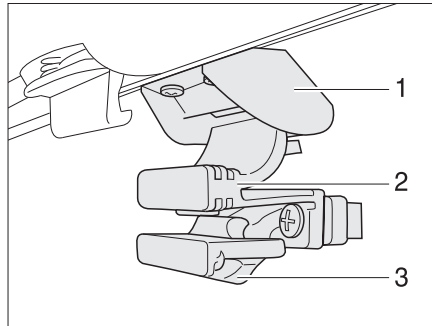

Fig. 40 Ventana en la puerta de entrada
- Empujar el seguro (Fig. 40,3) hacia abajo.
- Apretar tirador (Fig. 40,2) y empujar la ventana hacia abajo.
- Empujar la ventana hacia abajo, hasta que el tirador (Fig. 40,2) engatille en el bloqueo (Fig. 40,1).